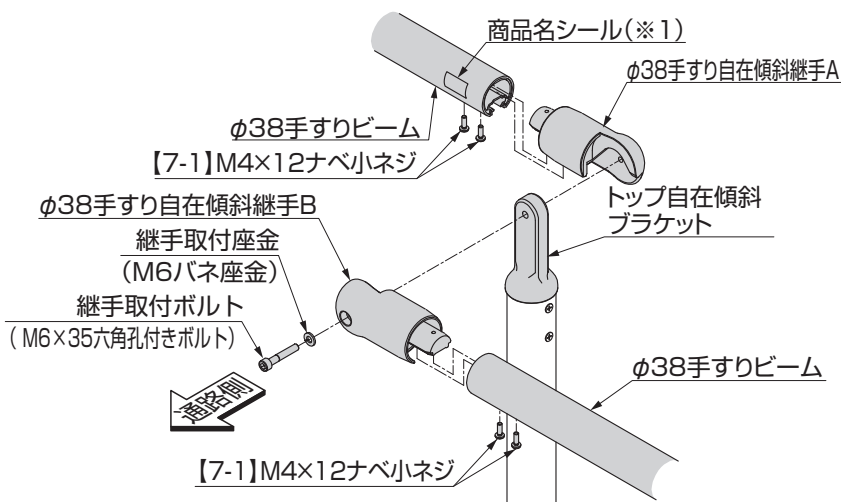

図1-5
- ① 図1-5を参照して「継手取付ボルト」でφ38手すり自在傾斜継手A及びφ38手すり自在傾斜継手Bを仮止めして、各継手にφ38手すりビームを【7-1】で取付けてください。
- φ38手すりビームの商品名シール(※1)を通路側に向けて取付けてください。(図1-5参照)
- ② φ38手すりビームの角度を調整した後に、「継手取付ボルト」を本締めしてください。